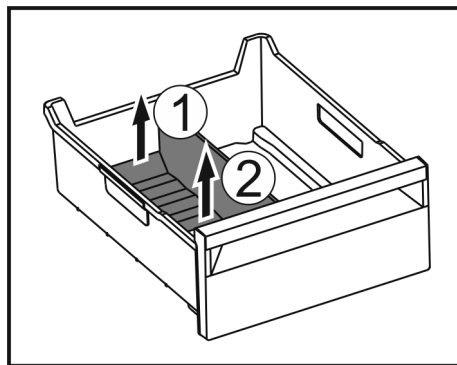

Fig. 78
- ▶ Levantar la parte posterior del separador del compartimento para hielo. Fig. 78 (1)
- ▶ Extraer el separador del compartimento para hielo hacia arriba. Fig. 78 (2)